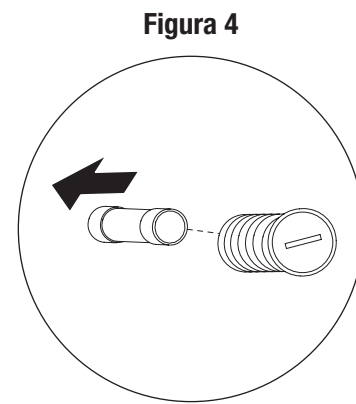

Figura 4
3. Con un destornillador remueva la cubierta del fusible (vea la Figura 4).